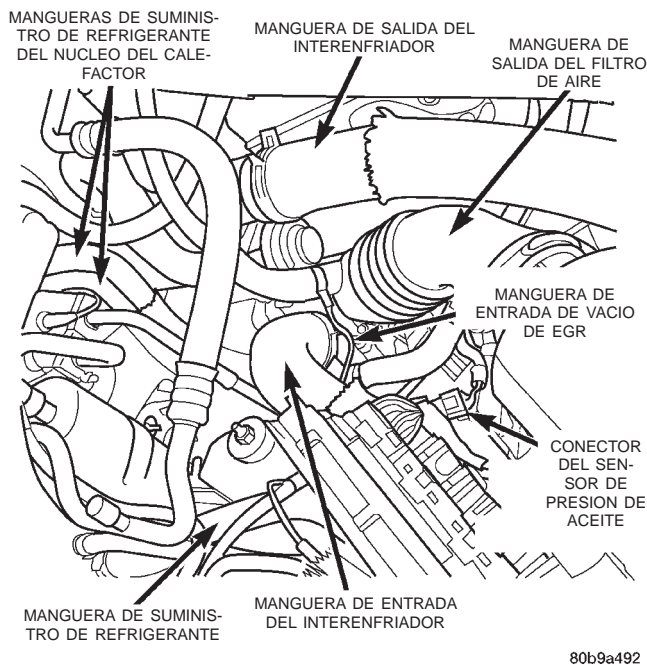
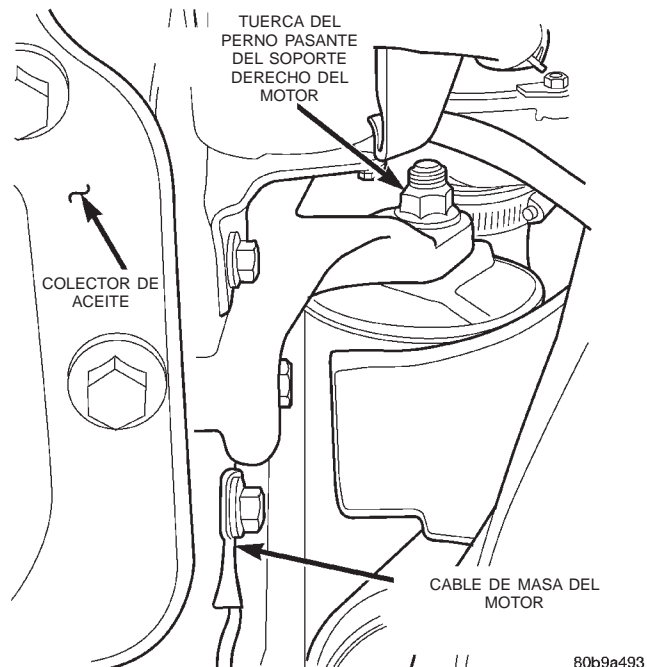
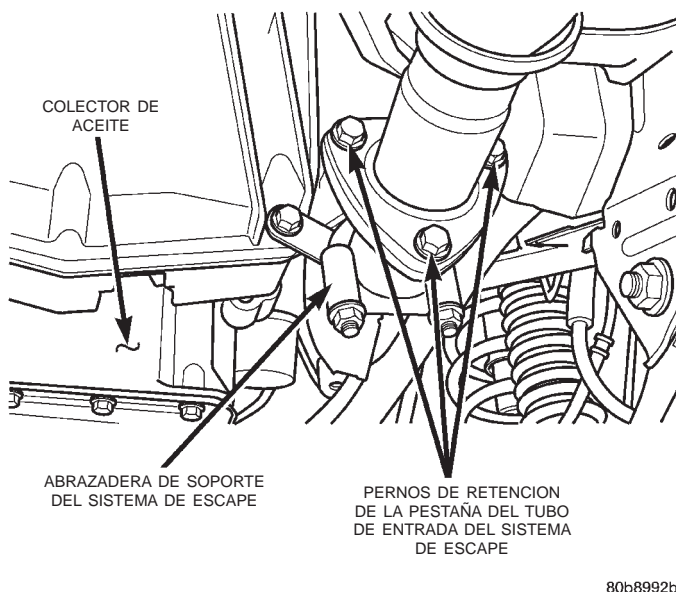

Fig. 17 Compartimiento del motor, Volante a la izquierda — Diesel
Fig. 18 Localización del cable de masa del motor
Fig. 19 Conexión del tubo de entrada del sistema de escape
(11) Si estuviera instalado, recupere el refrigerante. Para informarse acerca del procedimiento, consulte el grupo 24, Calefacción y aire acondicionado.
(12) Desconecte las tuberías de succión y descarga y retire las tuberías del vehículo.
(13) Desconecte la manguera de respiradero y retire la manguera de salida del filtro de aire del vehículo (Fig. 17).
(14) Desconecte el conector eléctrico del sensor de presión de aceite (Fig. 17).
(15) Desconecte la manguera de suministro de vacío de EGR del motor (Fig. 17).
(16) Retire la tapa del depósito de refrigerante.
(17) Drene el sistema de refrigeración. Para informarse acerca del procedimiento, consulte el grupo 7, Sistema de refrigeración.
(18) Retire las mangueras superior e inferior del radiador del motor.
(19) Retire las mangueras de entrada y salida del interenfriador del motor (Fig. 17).
(20) Retire la manguera de suministro del depósito de refrigerante del motor (Fig. 17).
(21) En los vehículos con volante a la izquierda, desconecte las mangueras de suministro de refrigerante del núcleo y de vacío del freno del motor.
(22) En los vehículos con volante a la derecha, desconecte las mangueras de suministro de refrigerante del núcleo y de vacío del freno del lado derecho del compartimiento del motor. Retire el perno de retención y la abrazadera del conjunto de tubos de la parte trasera de la tapa de balancines y emplace el conjunto a un lado.
(23) Trabajando adentro del vehículo, retire la consola central. Para informarse acerca del procedimiento, consulte el grupo 23, Carrocería.
(24) Retire la junta de la funda fuelle del cambiador.
(25) Desconecte el cambiador de la transmisión.
(26) Eleve el vehículo en un elevador.
(27) Retire los pernos de retención de la cubierta inferior del ventilador y desmonte la plancha de la cubierta inferior.
(28) Retire el cable de masa del motor (Fig. 18).
(29) Retire las tuercas de los pernos pasantes de los soportes derecho e izquierdo del motor únicamente. No retire los pernos por el momento (Fig. 18).
(30) Drene el líquido de la transmisión. Para informarse acerca del procedimiento, consulte el grupo 21, Transmisión y caja de cambios.
(31) Marque la posición de los ejes de transmisión delantero y trasero en relación con sus pestañas gemelas.
(32) Retire el eje de transmisión delantero. Para informarse acerca del procedimiento, consulte el grupo 3, Diferencial y sistema de transmisión.
(33) Retire el eje de transmisión trasero. Para informarse acerca del procedimiento, consulte el grupo 3, Diferencial y sistema de transmisión.
(34) Desconecte el sistema de escape en la pestaña de (3) pernos (Fig. 19).
(35) Retire la abrazadera de soporte del sistema de escape (Fig. 19).